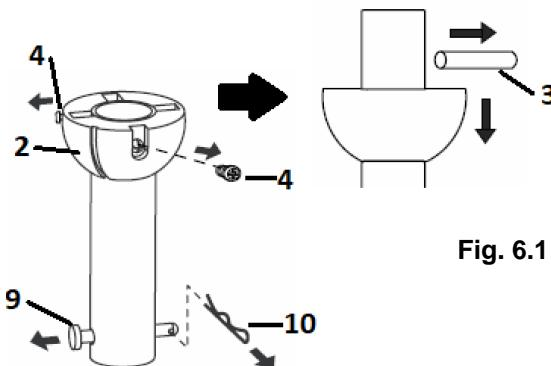

Fig. 6.1
1. Retire la junta de bola (2) y el pasador cilíndrico (3) aflojando los tornillos de fijación (4) de la varilla descendente (6). Retire el pasador de enganche (9) quitando el clip de bloqueo (10). (**Fig. 6.1**). **NOTA:** No deseche estas piezas, consérvelas; se requerirá volver a armarlas más tarde.